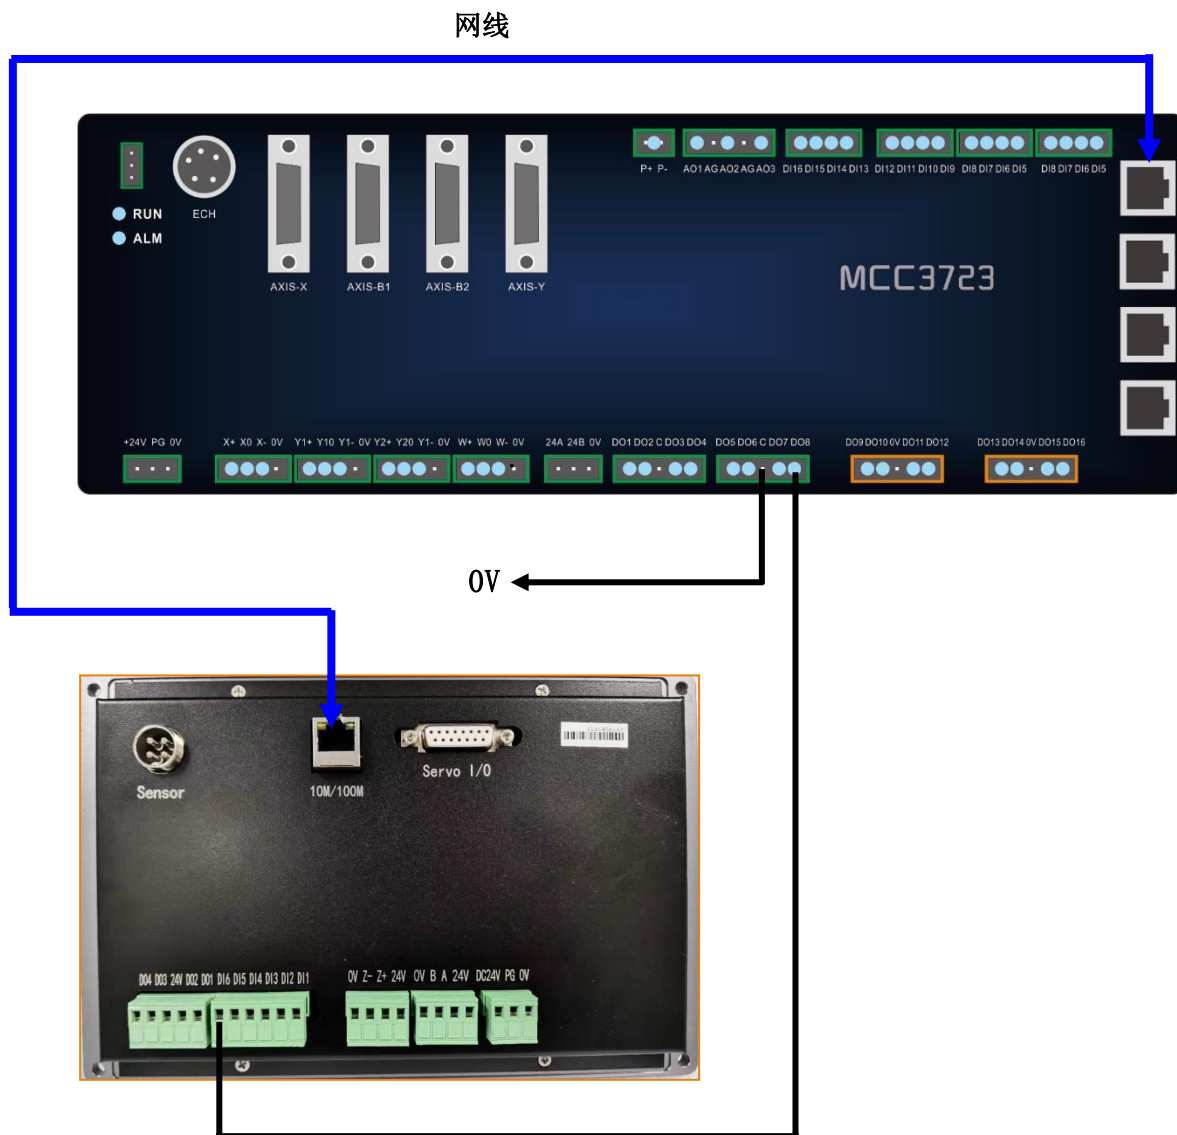

图7-1
1. FTC10 应用在奥森迪科板卡+SC TUBE 切管软件时，控制方式为网络模式，需一根网线将调高器网口与板卡网口连接，DI6 与板卡输出口 D01—D08 任意端口连接，然后 COM1/COM2 必须接 0V，如图 7-1（具体配置方法请参考奥森迪科数控软件说明书）。